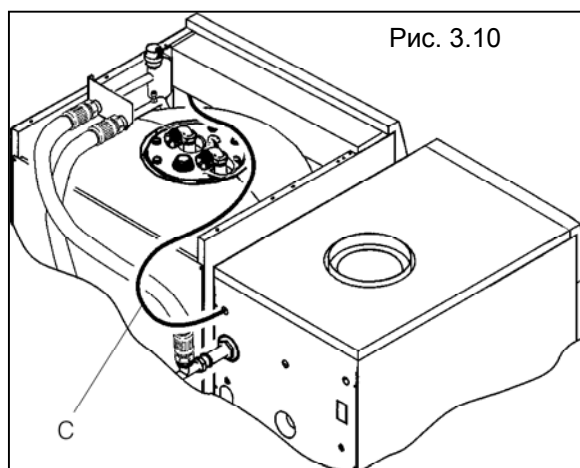

Рис. 3.10
- проведите за котлом 5-жильный кабель (в комплект поставки не входит), идущий от бойлера и вставьте его в клеммную колодку (рис. 3.10);